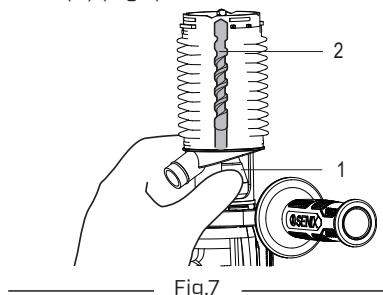

Fig.7
Le capot de collecte de la poussière expose le collier du mandrin (1) lorsqu'il est correctement installé. Tirez le collier de serrage (1) vers le bas pour installer ou retirer le foret SDS-Plus (2) (Fig.7).